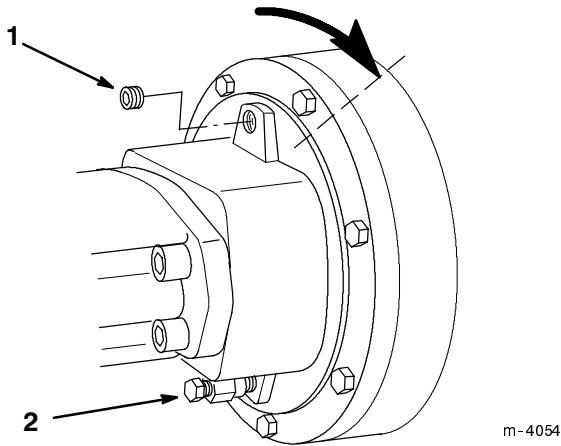

Abbildung 11
2. Den Antriebskopf so drehen, daß sich die Ölablaßschraube oben und die Entlüftungsschraube unten befindet (Abb. 11).
3. Die Ölablaßschraube entfernen (Abb. 11)
4. Den Bohrerantriebskopf so drehen, daß sich die Ablaßöffnung auf 2 Uhr-Position befindet (Abb. 11). Aus der Öffnung sollte Öl auszulaufen beginnen.
1. Den Antriebskopf so über einer Ölwanne abstützen, daß sich die Ölablaßschraube (Abb. 11) an der Unterseite des Antriebskopfs befindet und auf die Ölwanne gerichtet ist.